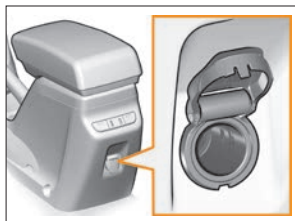

Рис. 4.4.2. Розетка 12 В для пассажиров второго ряда (в варианном исполнении)
**В варианном исполнении** для пассажиров второго ряда на центральном подлокотнике устанавливается дополнительная розетка 12 В (рис. 4.4.2).